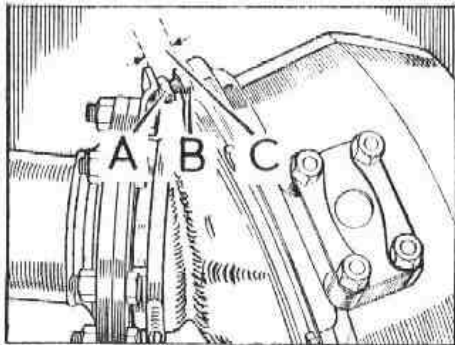

Fig. F-4 Ajuste del tornillo tope
- 1.1. Aflojar la contratuerca, B (Fig. F-4) del tornillo tope, A.